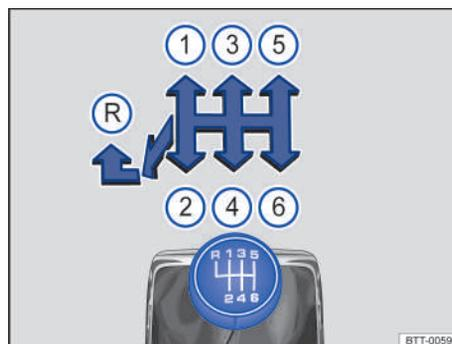

Fig. 92 Esquema de las marchas de un cambio manual de 6 marchas.
En la palanca de cambios está representada la posición de cada una de las marchas → fig. 92.
3. Tire hacia arriba del anillo de la palanca de cambios y mueva la palanca completamente hacia la izquierda y después hacia delante para situarla en la posición de la marcha atrás → fig. 92 .